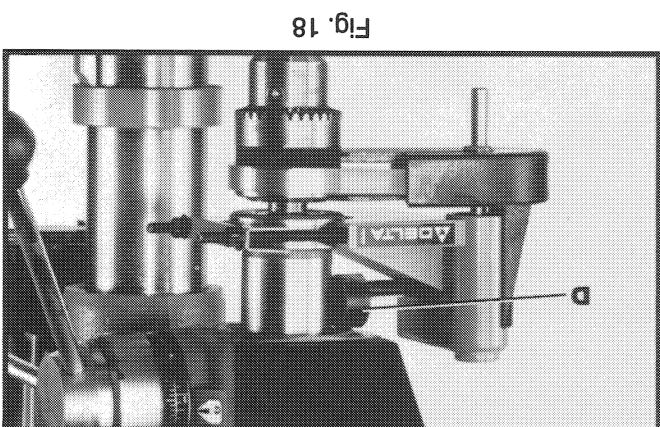

Fig. 18
16. Eleve el árbol hasta que la leva (D) Fig. 18 haga contacto con el fondo del bebedero de la taladradora. Cuando se active la taladradora, la leva (D) girará y el accesorio entero se moverá arriba y abajo 3/4 de pulgada.